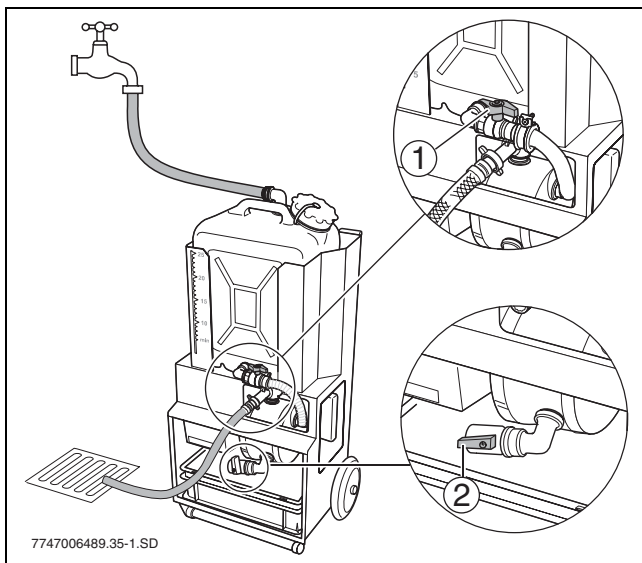

Bild 22 Rengöra pump och behållare
- ▶ Öppna kulventilen på sugslangen (→ bild 22, (1)) och vänta tills pumpen har arbetat klart.
- Dra ut nätkontakten och töm pumpen via påfyllnings- och tömningskranen (2).